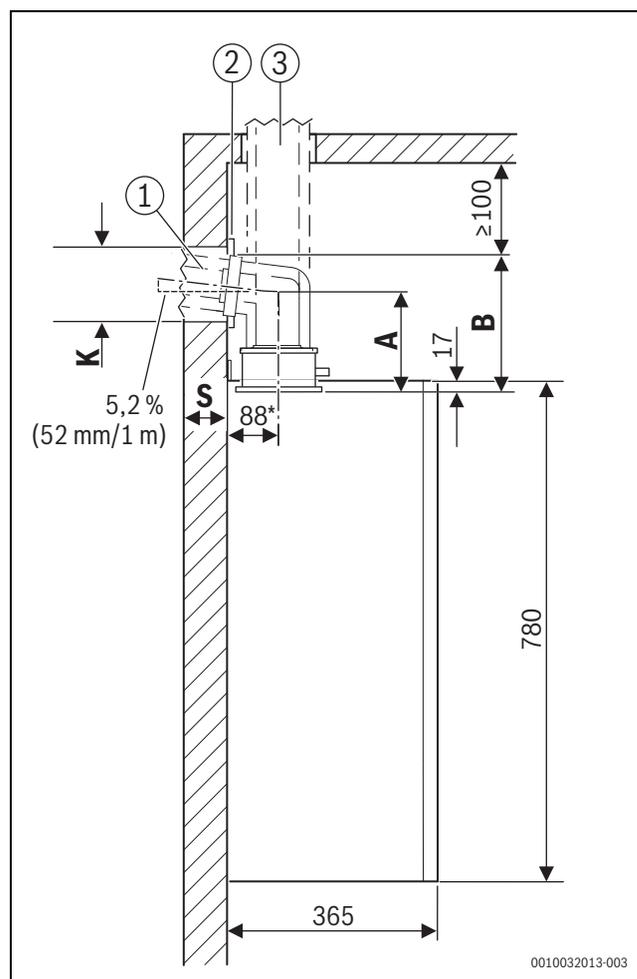

Fig. 2 Vue latérale (mm)
- Le cas échéant, ajouter la dimension du cache ([2] dans la fig. 2).